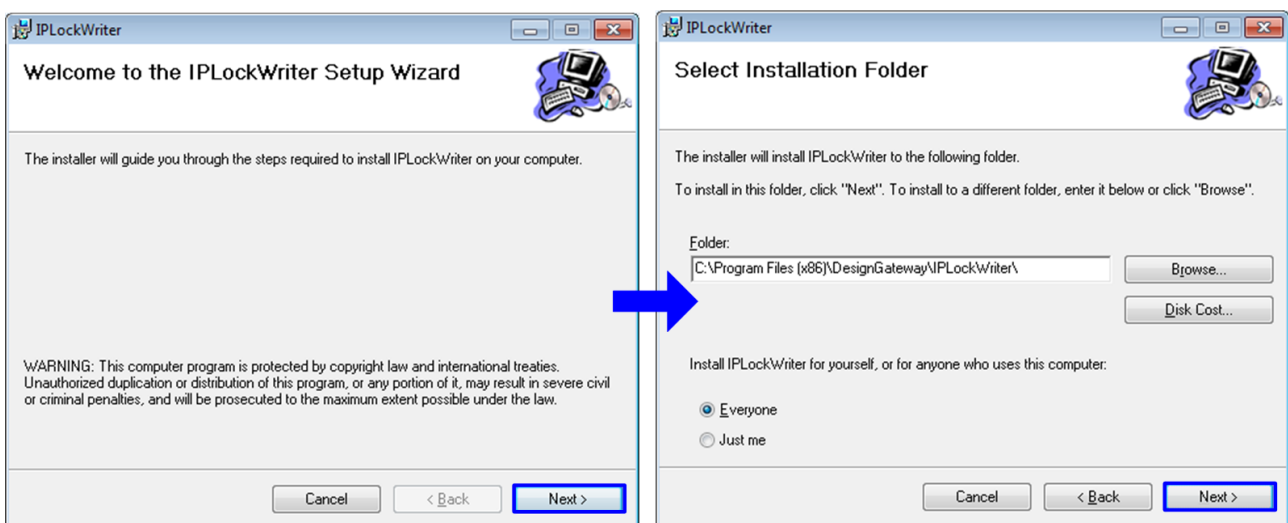

図 12 IP Lock ライタソフトウェア セットアップ・ウィザード
1. CD-ROM の IPLockSoftware フォルダを開き、setup.exe をクリックしてください。図 12 のようにセットアップ・ウィザードが起動しますので、「Next >」ボタンをクリックして次に進みます。